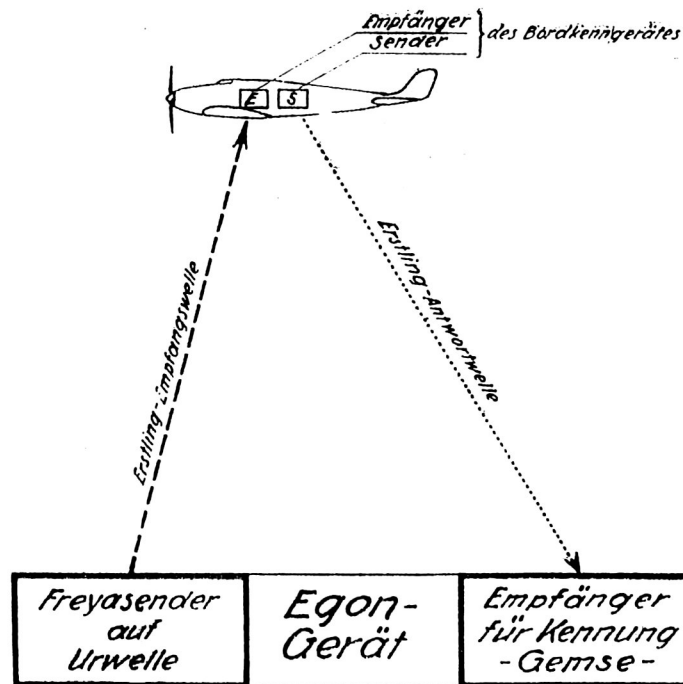

Abb. 1.
2. Egon-Geräte sind umgerüstete **Freya-Geräte** (Urwelle). Der Freya-Sender ist auf Urwelle belassen. Sobald und solange er ein eingeschaltetes **Bordkenngerät (FuG 25a)** anstrahlt (Abb. 1: gestrichelte Linie), wird dessen Sender zur Abgabe von Kennungsimpulsen auf einer anderen Welle (Abb. 1: punktierte Linie) angeregt. Zum Empfang der Kennungsimpulse sind die Egon-Geräte mit einem besonderen **Empfänger** (Gemse) ausgestattet.